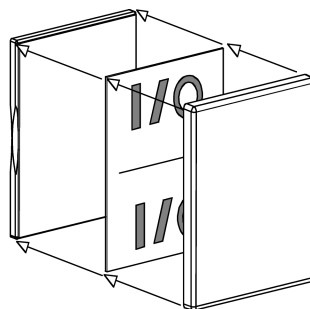

Bild 6: Beschriftbare Bedienfläche
- Beschriftbare Bedienflächen montieren (Bild 6).